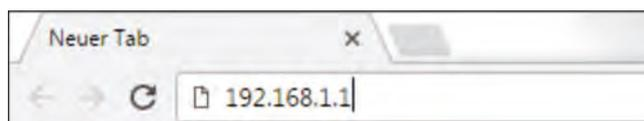

Fig. 31-23 Champ d'adresse (exemple)
6. Saisir l'adresse IP « 192.168.1.1 » dans le champ d'adresse (Fig. 31-23) et l'ouvrir.